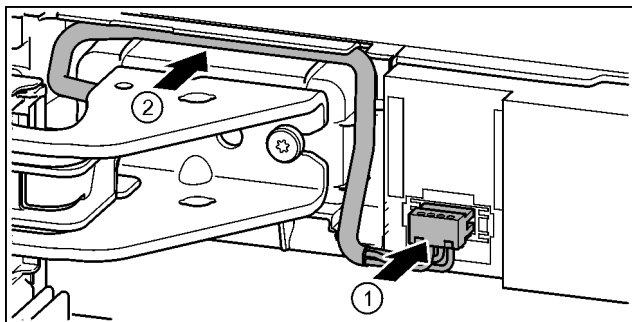

Fig. 37
- ▶ Wcisnąć wtyczkę nad górną płytką zawiasu i ostrożnie ułożyć w kanale skrętkę kablową. Fig. 37 (1)
- ▶ Szary kabel ostrożnie ułożyć w prowadnicy nad górną płytką zawiasu. Fig. 37 (2)